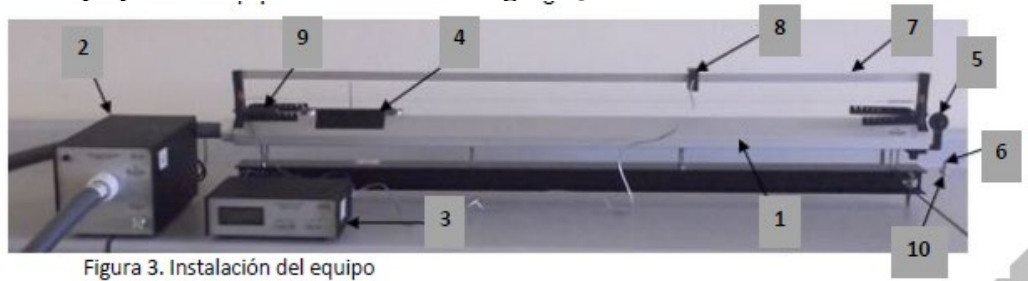

Figura 3. Instalación del equipo
1. Instale el equipo como se muestra en la figura 3.
7. Coloque un deslizador con poste de interrupción sobre la guía rectilínea del Sistema de Flotación, amarre en uno de sus amortiguadores un trozo de hilo, pase este por el orificio del soporte y amarre el extremo libre al portapesas, y ponga sobre este último una pesa liviana coloque el hilo sobre la polea, como se indica en la figura 3.